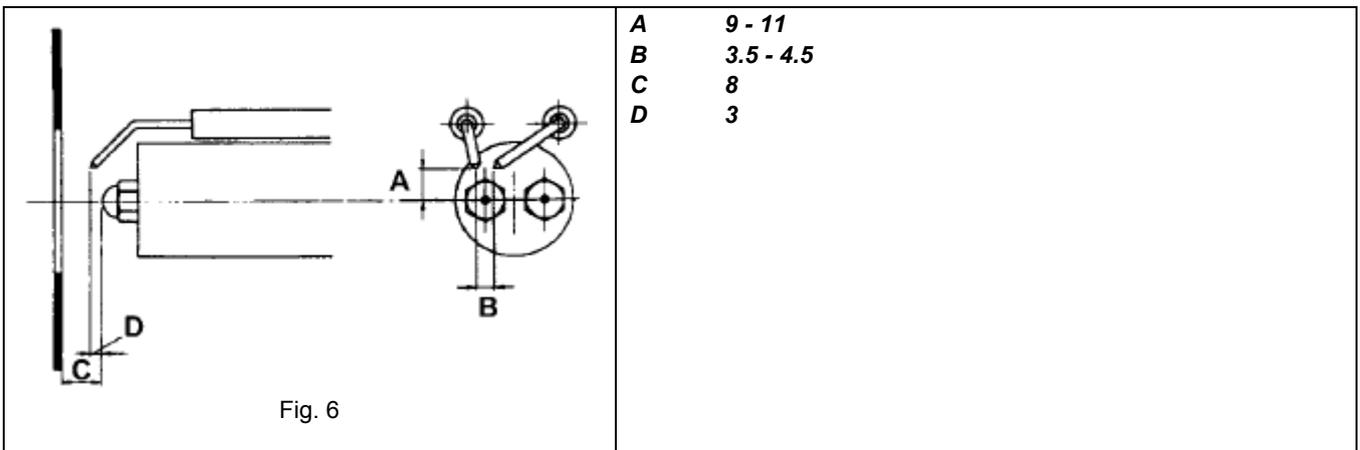

Fig. 6
- Smontaggio esame e pulizia testa di combustione, nel successivo rimontaggio rispettare scrupolosamente le misure riportate in Fig. 6;
- esame elettrodi di accensione e relativi isolatori in ceramica, pulizia, eventuale registrazione e, se necessario, sostituzione (vedi Fig. 6);
Al fine di garantire una buona accensione è necessario che siano rispettate le misure (esprese in mm) indicate in Fig. 6.